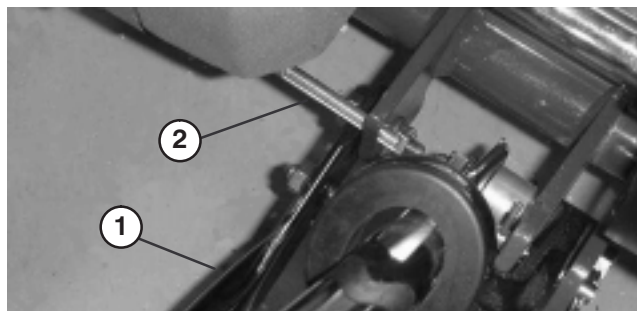

Figure 11
2. Abaissez la béquille. Insérez une goupille de 6,4 mm de diamètre (ou équivalent) dans le trou du bâti au-dessus du boulon de montage de la béquille (Fig. 11).